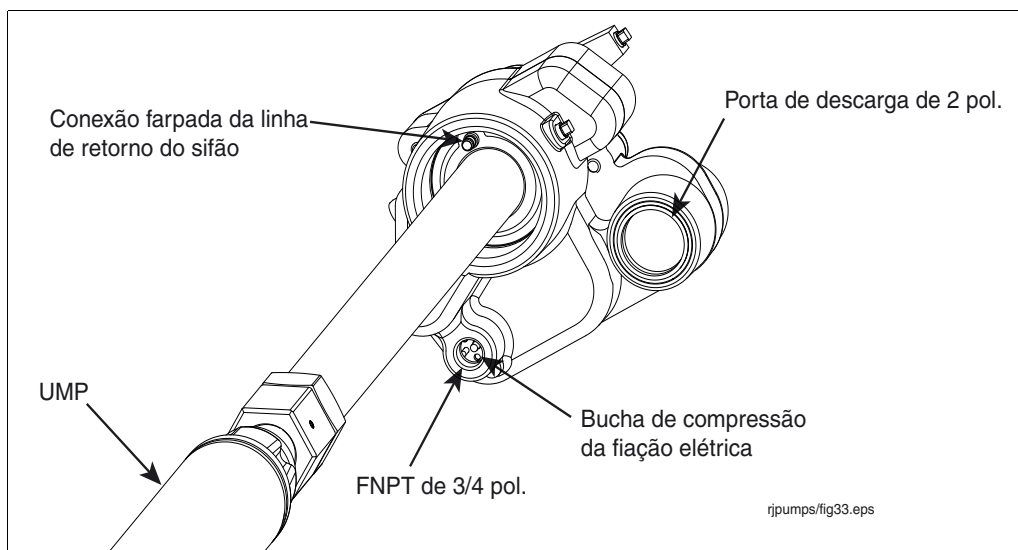

Figura 13. Posicionamento da conexão da linha de retorno no empacotador
7. Conecte a tubulação da linha de retorno do sifão ao encaixe farpado na base do empacotador e prenda-a com uma braçadeira (consulte a Figura 13).